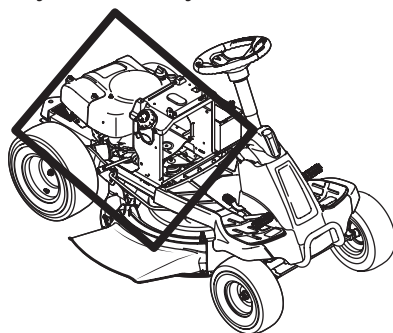

Figura 22
- Limpia bajo el capó. Colector de escape, alrededor de fusibles, todo el cableado y arneses, tubo silenciador, escudo de silenciador, pantallas de admisión del motor y las aletas de refrigeración, etc. Vea la Figura 22.